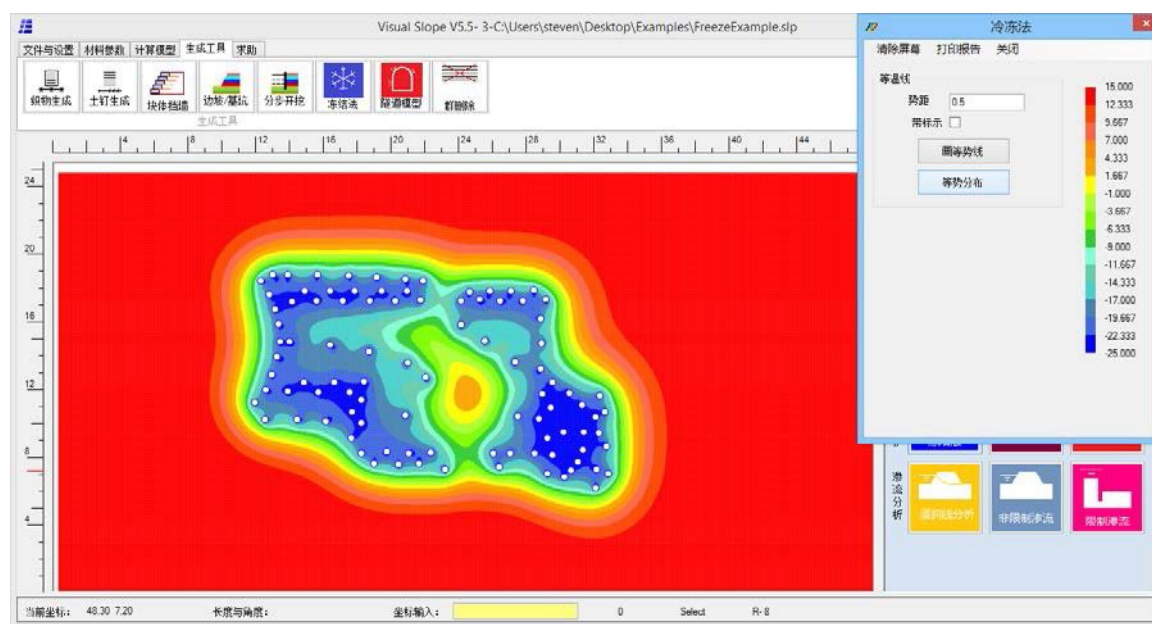

图 72： 冻结法分析结果
4. 计算分析 冻结管布置完毕后，可以进行计算分析。在分析板块中按冻结法， 分析就开始了。分析完毕后可以显示温度场，图 72。